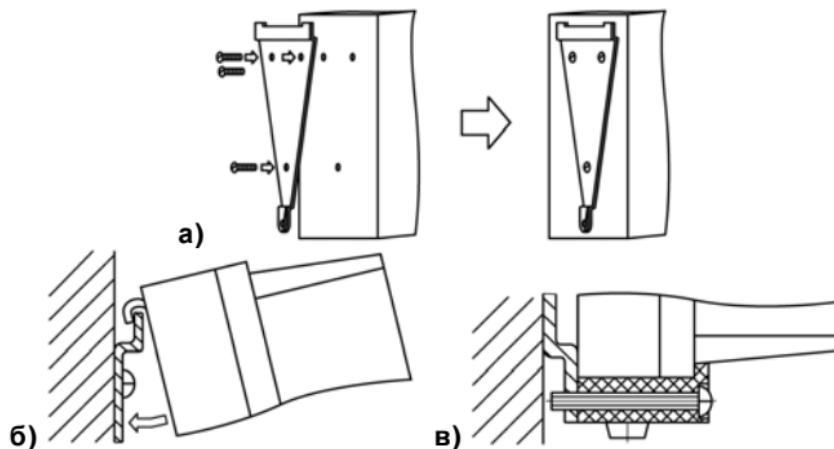

Рисунок 5.1 Монтаж прибора настенного исполнения
- 1) Закрепить кронштейн тремя винтами M4×20 на поверхности, предназначеннной для установки прибора (см. Приложение А и рисунок 5.1, а).
- 2) Зацепить крепежный уголок на задней стенке прибора за верхнюю кромку кронштейна (рисунок 5.1, б)
- 3) Прикрепить прибор к кронштейну винтом M4×35 из комплекта поставки (рисунок 5.1, в).